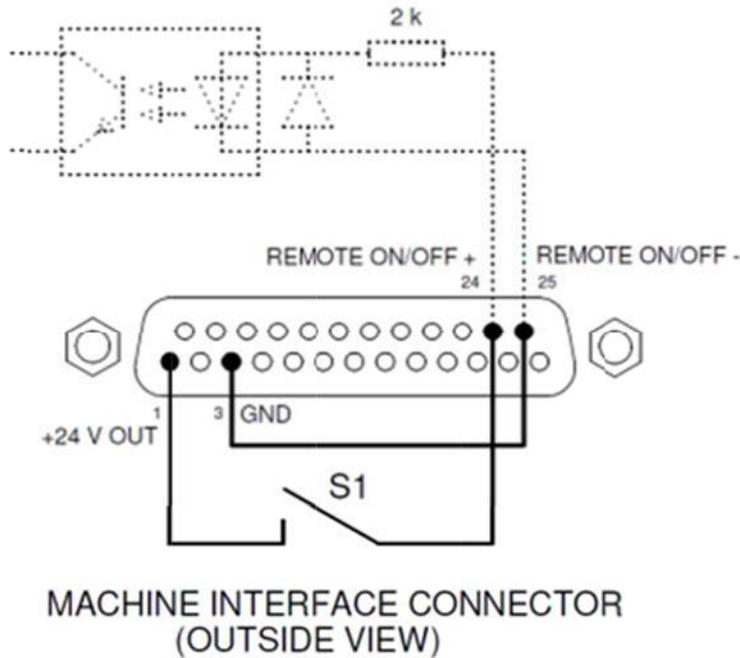

Figure 8 I/O コネクタのリモートオン/オフ入力配線図
- または : I/O コネクタの外部出力用 24 V DC 出力を使用して、ピン 1 と 24 との間にスイッチ接点 (電圧降下の無いもの) を接続し、ピン 3 と 25 を接続します。Fig 8 を参照してください。